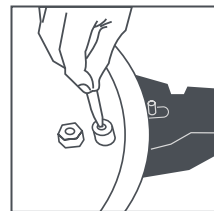

Fig. 12
Válvula de segurança (7). Integrada no sensor de pressão (2) encontra-se a válvula de segurança (7). Pressione com um objeto afiado (Fig. 12) e confirme-se a mola não está bloqueada - observa-se uma pequena resistência da mola interior.